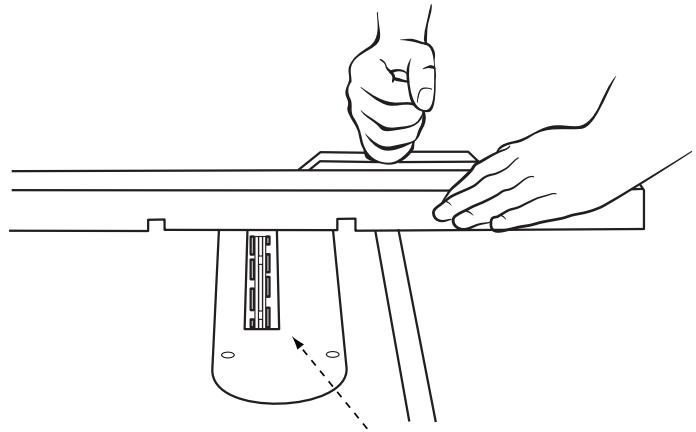

FIGURA 18
- Debe usarse una placa inserto para corte de dados como la mostrada en la figura 18, en lugar de la habitual. Asegúrese de enrasar la placa inserto con la mesa antes de proceder.